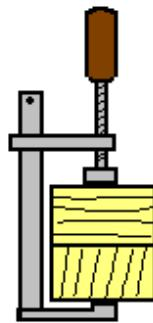

Figura 21
3. - Deslizaremos el mango hasta el punto de presión, figura 21.